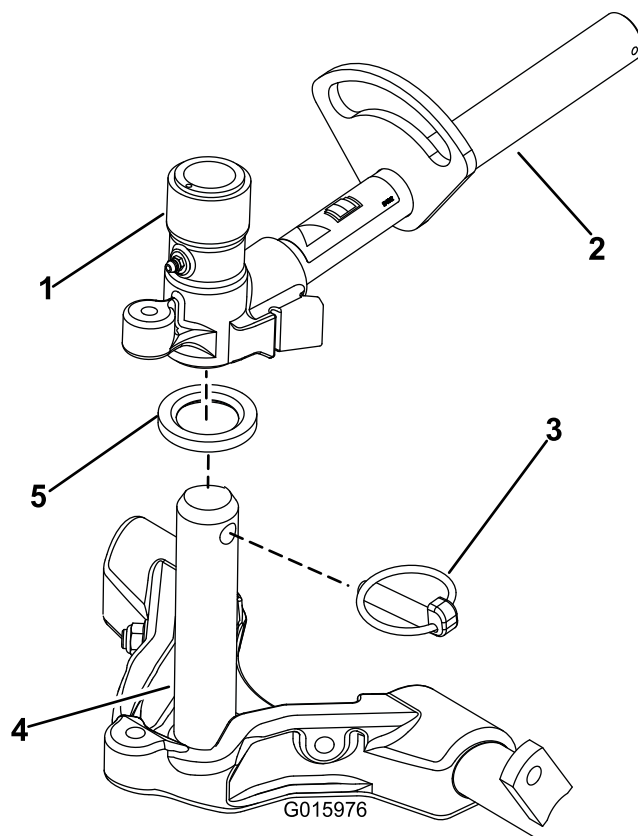

Figura 16
8. Revista o veio da estrutura de suporte com lubrificante novo (Figura 16).
9. Nas unidades de corte dianteiras, faça deslizar uma unidade de corte sob o braço de elevação enquanto insere o veio da estrutura de suporte para cima para dentro da forquilha de articulação do braço de elevação (Figura 16). Certifique-se de que a anilha de encosto está no sítio no veio da estrutura de suporte.
10. Prenda o veio da estrutura de suporte à forquilha do braço de elevação com o pino de encaixe Figura 16.
- B. Insira a forquilha do braço de elevação no veio da estrutura de suporte (Figura 16).